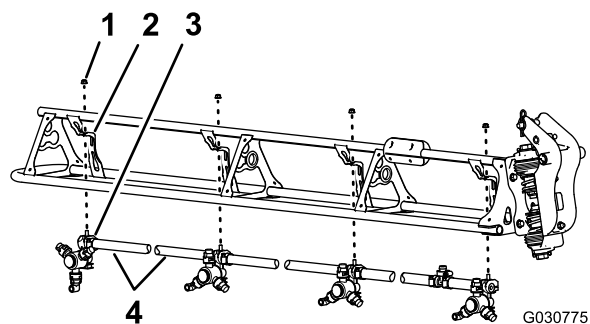

Figura 132
1. Corte o tubo entre os dois bicos do pulverizador (Figura 132).
2. Retire a porca de bloqueio flangeada (5/16 pol.) que prende o bico do pulverizador ao suporte do bico (Figura 132).